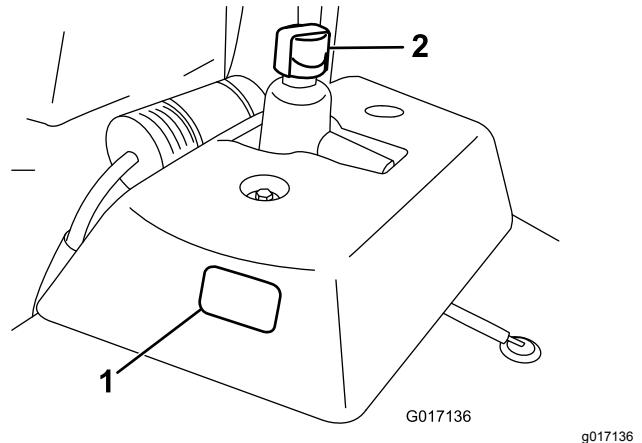

Figura 22
2. Verifique o nível de óleo consultando a janela transparente situada ao lado do depósito de óleo (Figura 22).